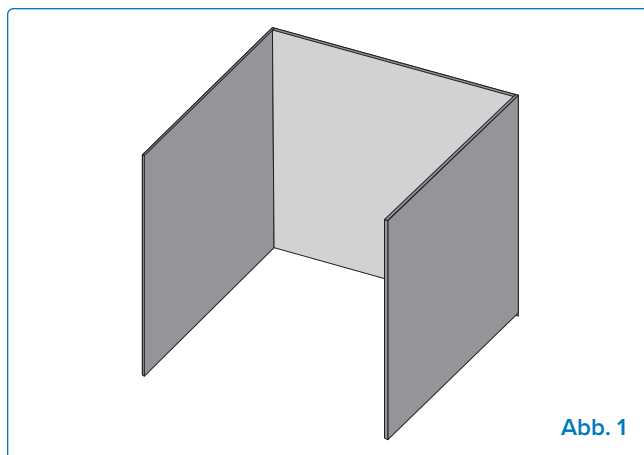

Abb. 1
- Das Gerät gilt als im Freien installiert, wenn es in einem Unterstand mit Wänden auf drei Seiten, aber ohne Überdachung aufgestellt wird (**Abb. 1**).